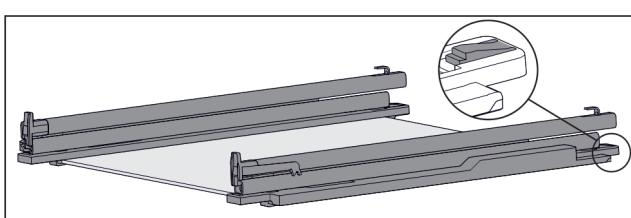

Fig. 149 Стеклянная пластина с направляющими и крепежными элементами
- Крепежный элемент сзади прижмите вниз (см. Fig. 149) и одновременно отодвиньте направляющую назад.